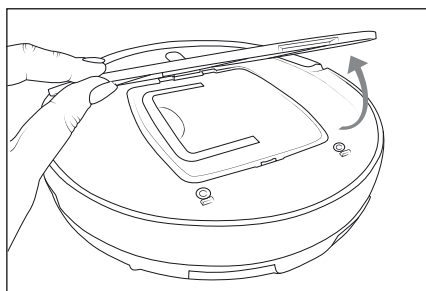

Fig. 5
- 1) Retirez le couvercle **13** du bac à poussière **12** et le sortez de l'appareil par l'anse (voir fig. 5 et 6).